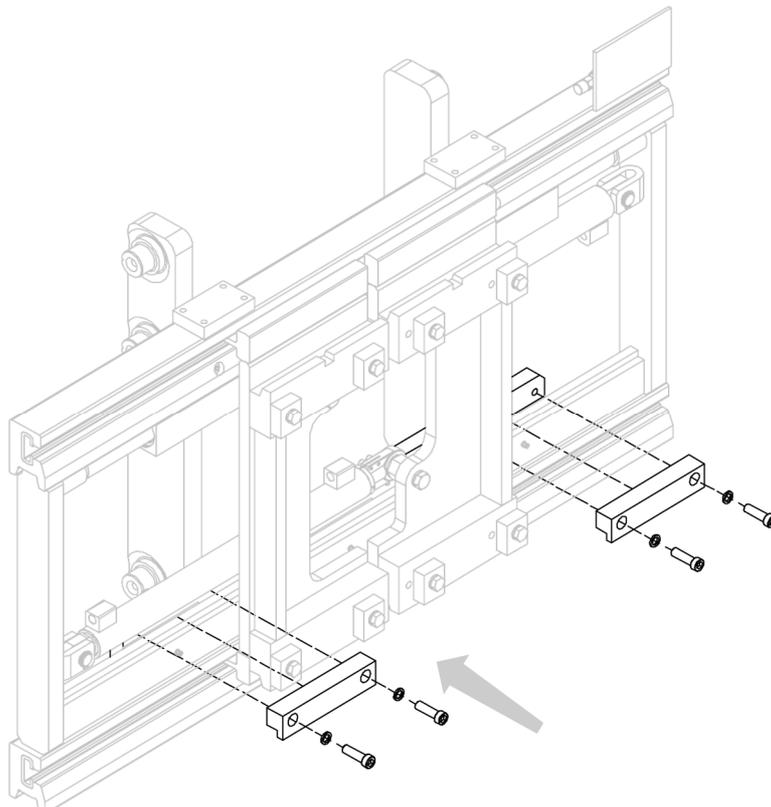

Abbildung 7
9. Installieren Sie die unteren Haken (siehe *Abbildung 7*).